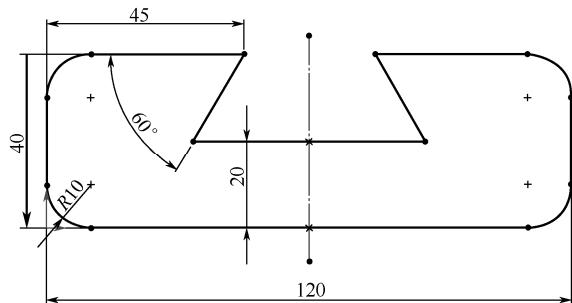

图 3-105 草图
(2) 如图 3-105 所示, 草图由圆弧、直线和中心线所构成, 圆弧和直线相切, 图形对称于中心线。要求绘制草图, 标注草图尺寸。